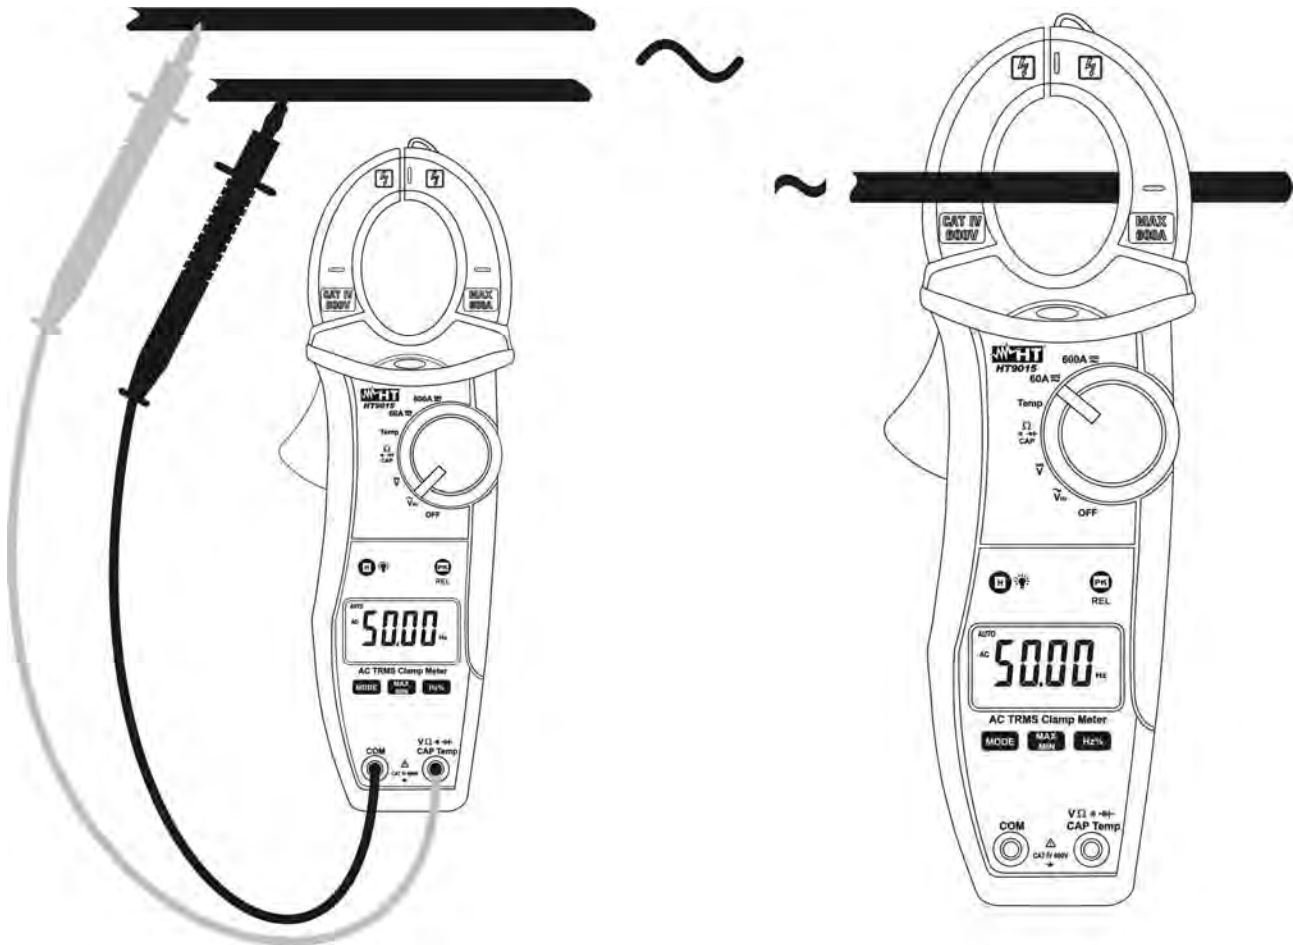

Fig. 10: Uso della pinza per misure di Frequenza e Duty Cycle
3. Inserire il cavo rosso nel terminale di ingresso **VΩ $\tilde{\sim}$ Hz%Temp** e il cavo nero nel terminale di ingresso **COM** (Fig. 10 – parte sinistra) per misura di frequenza con puntali. Inserire la pinza sul conduttore (Fig. 10 – parte destra) per misura di frequenza con toroide. Il valore della frequenza (Hz) o del duty cycle (%) è mostrato a display. Nella misura di frequenza e duty cycle la barra grafica analogica è disattivata